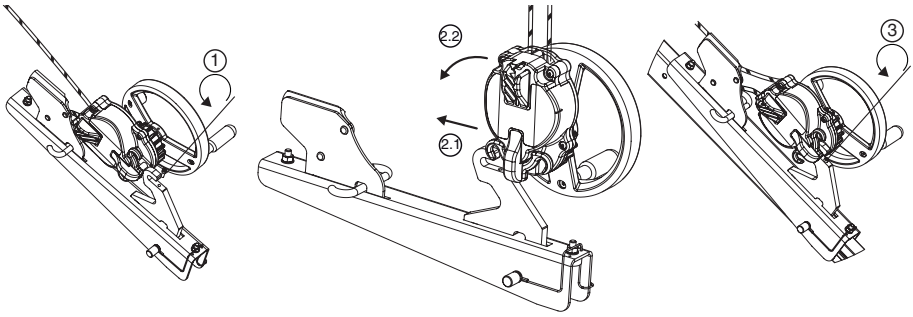

Fig. 8
6.3.4. Apparecchio derope™ UP R (Fig. 8, 9 e 10)
L'apparecchio derope™ UP R deve essere fissato sulla gamba del treppiede trapcode di Tractel® come indicato alla Fig. 8. È vietato qualunque altro fissaggio in un punto diverso del treppiede trapcode di Tractel®. Al fine di poter utilizzare un apparecchio derope™ UP R su una delle tre gambe del treppiede trapcode, quest'ultimo deve essere dotato di una puleggia di rinvio nella parte superiore, o da 2 pulegge se sullo stesso treppiede trapcode è operativo un altro apparecchio (anticaduta a richiamo automatico blocfor™ o argano caRoI™).
1. Svitare la vite di bloccaggio del gancio di fissaggio della console per apparecchio derope™ UP R (Fig. 8,1).
2. Posizionare l'apparecchio derope™ UP R sul gancio di fissaggio (Fig. 8, 2.1 – 2.2).
3. Riavvitare la vite di bloccaggio in modo da impedire all'apparecchio di staccarsi dalla console (Fig. 8, 3) e verificare che questa sia ben posizionata e fissata.